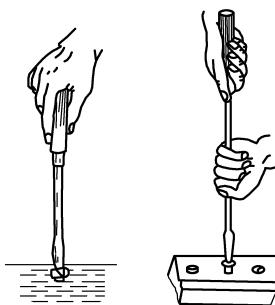

图 2-34 螺丝刀使用方法
(1) 根据螺钉头槽口的宽度选择合适的螺丝刀，一般选择的尺寸是：螺钉头槽宽3 mm以下，用规格100 mm的螺丝刀；槽宽6~10 mm，用规格150~200 mm的螺丝刀，槽宽12 mm以上用规格250~300 mm的螺丝刀。
(2) 刀口与螺钉槽应清洁干净。使用时螺丝刀应垂直对正螺钉头的开口槽，刀口插入槽后，要用手心抵住螺丝刀柄端，然后再扭。当开始旋松或最后旋紧螺钉时，应用力将螺丝刀压紧，再用手腕转动。当螺钉松动后即可使手心轻压螺丝刀柄，用拇指、中指和食指快速转动。使用较长螺丝刀时，可用右手压紧和转动手柄，左手握住螺丝刀杆中间，以免滑脱（如图2-34所示）。